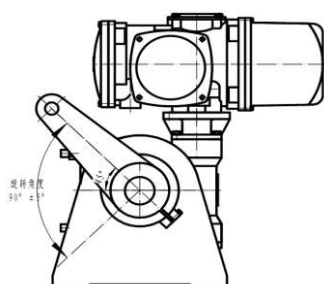
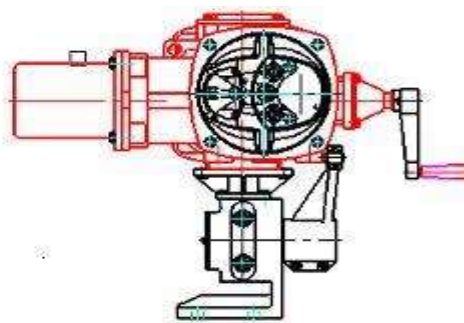

图2a
图2d
- 电动执行机构(M8310/8410~30)与转角型附加变速箱(带杠杆即A8005L~A8090L)配对时，为防止干涉，禁止按(图2c、图2d)表4中“×”位置装配，除此之外都可。
**特别说明：**电动执行机构(M8310~M8330/M8410~M8430)与带杠杆的转角型附加变速箱(A8005L~A8090L)组合配套时，当输出杠杆转动到上部时，有可能与执行机构发生位置干涉，见图2，其中(图2a-b)为出厂时标准的组合位置，图2c、图2d在表4中“×”标示配置出现干涉现象，不推荐采用，除了标准安装位置外，用户使用其他组合位置时请根据实际情况评估杠杆转动位置是否出现干涉。